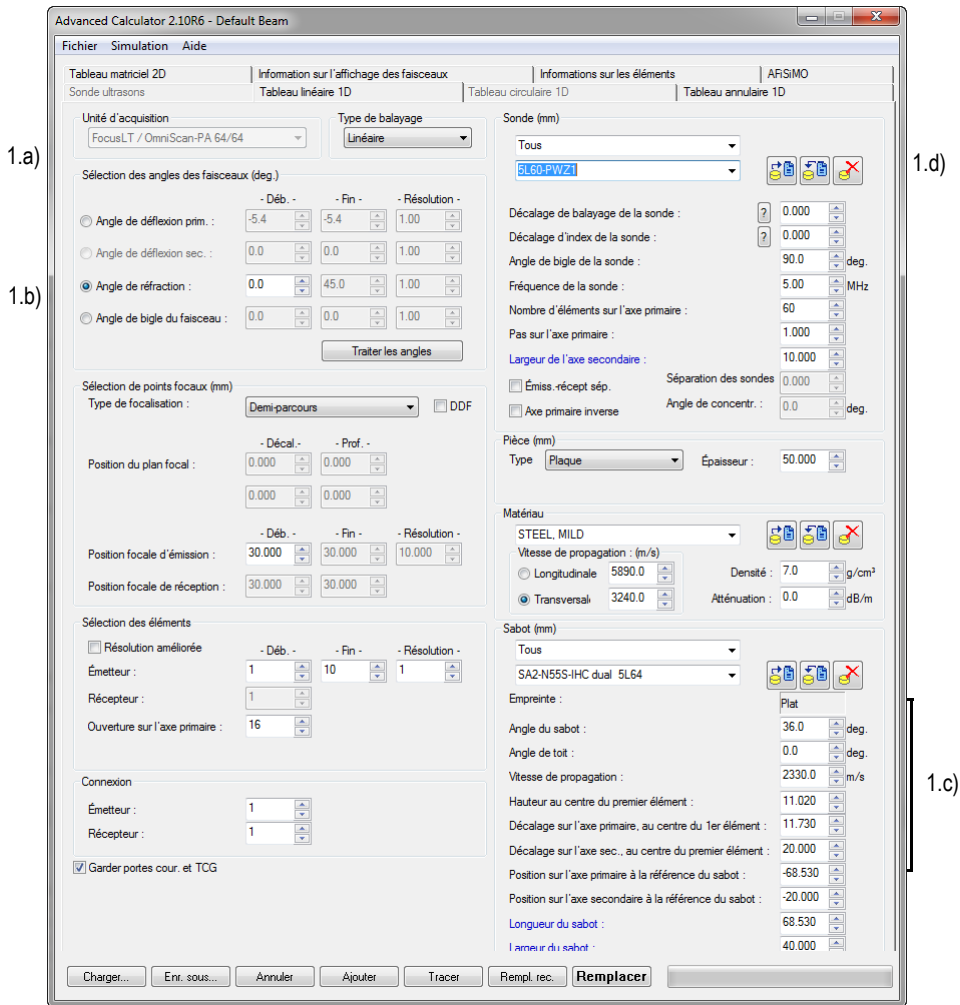

Figure 7-75 Paramètre d'étalonnage du sabot
1. Effectuez les étapes d'étalonnage suivantes dans l'onglet **Tableau linéaire 1D** de la Calculatrice avancée (voir la Figure 7-75 à la page 438) :